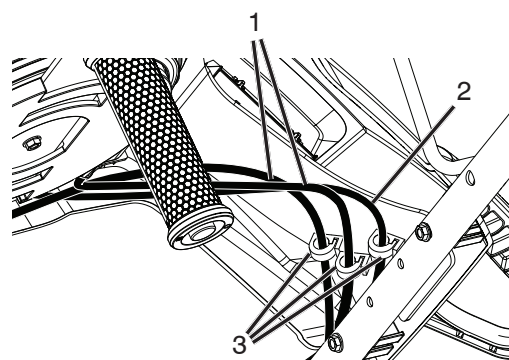

Figure 5
6. Encliqueter deux câbles de rotateur et un faisceau de câblage dans les trois agrafes de câble (Figure 5).